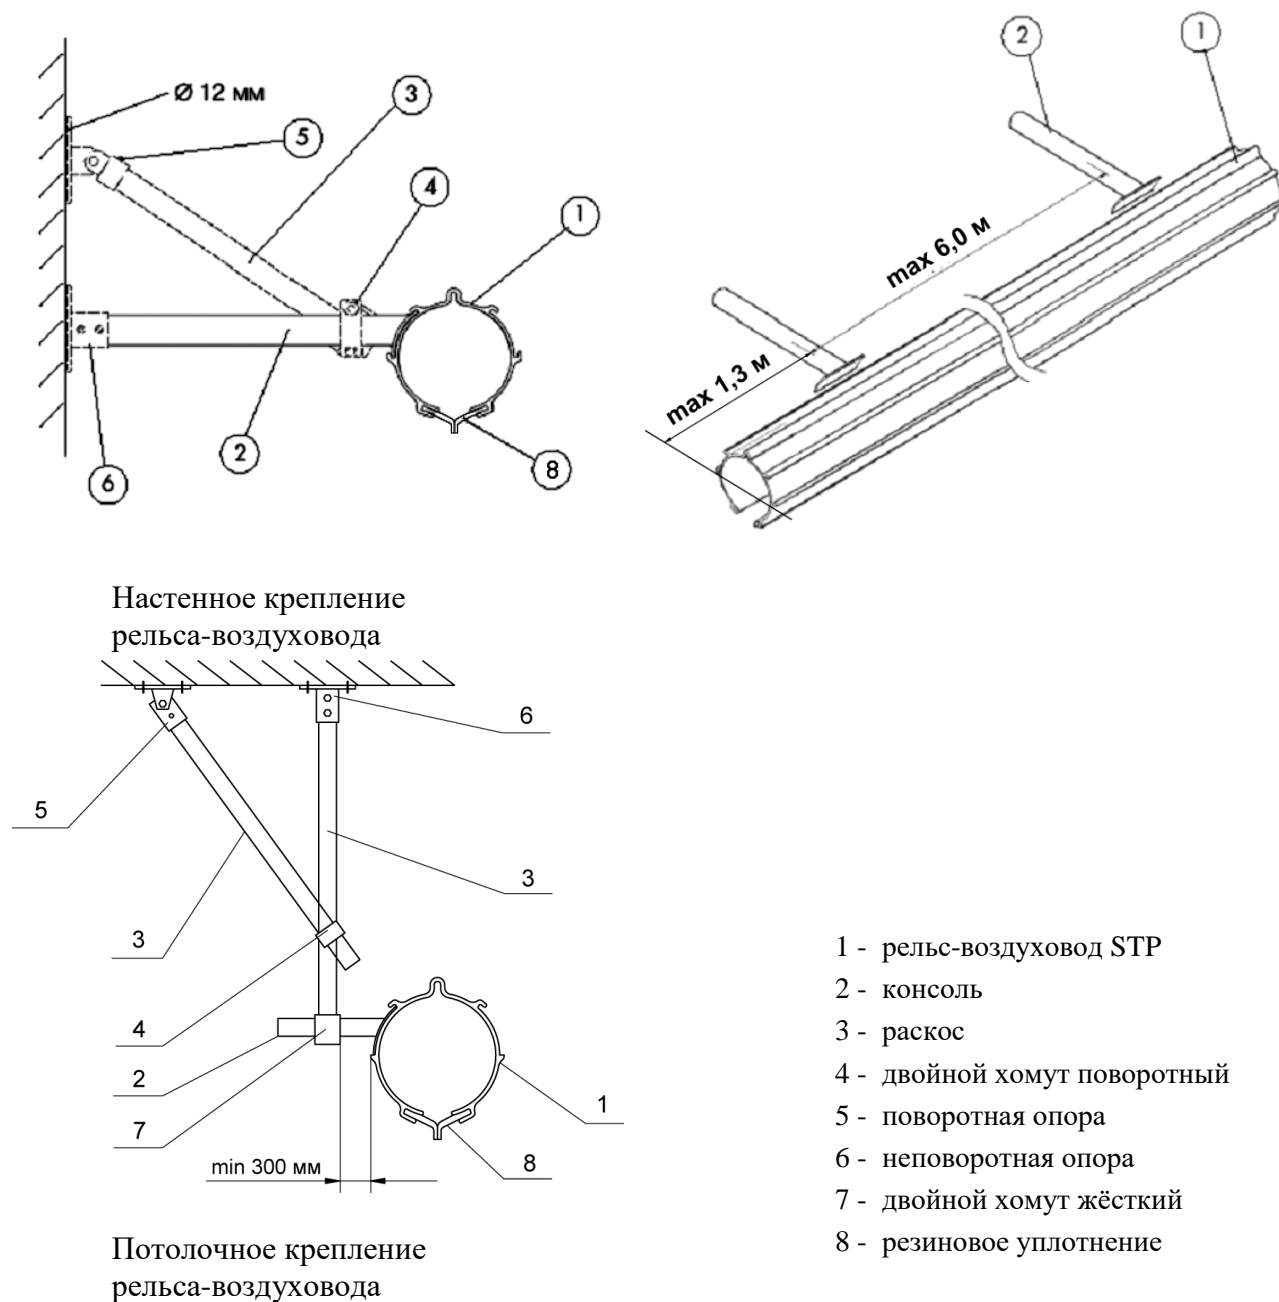

Рисунок 6
5.3.1 Перед установкой подвесок и крепление рельса-воздуховода необходимо разметить требуемое расположение опор (5) и (6) (рисунок 6. Каждая консоль должна поддерживаться раскосом (3) сверху или снизу.